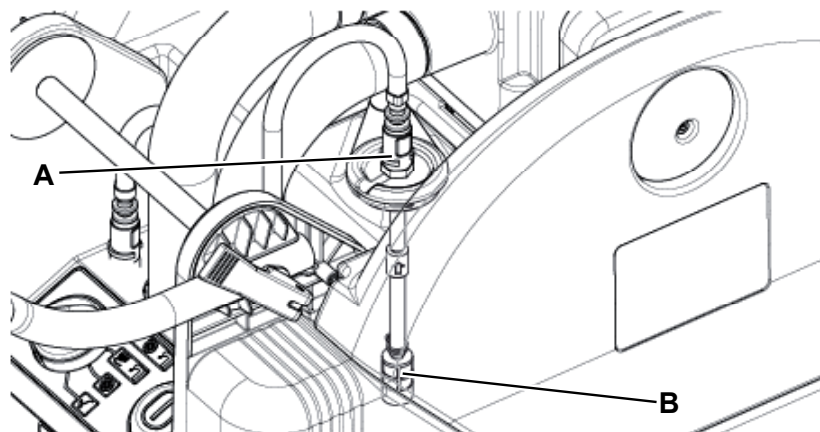

Abbildung 4
2. Überprüfen, ob das Netzkabel (10) vom Stromnetz getrennt ist.
3. Verschluss der Zuleitung (A, Abb. 4) abnehmen, Leitung vorsichtig aus dem Tank nehmen und Filter (B) mit Wasser reinigen. Falls erforderlich, Filter ausbauen und durch einen neuen ersetzen.